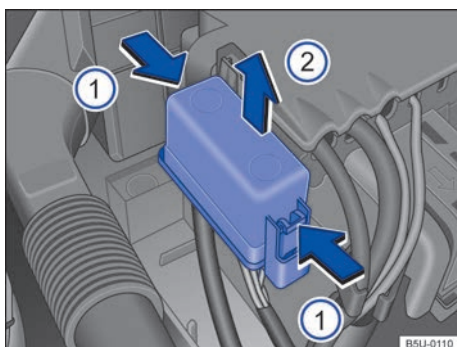

Fig. 160 En el compartimento del motor: cobertura de la caja de fusibles.
- Presionar las trabas en el sentido de la flecha → fig. 160 ①, para desbloquear la cubierta de la caja de fusibles.
- Remover la cobertura por arriba, en el sentido de la flecha ②.
- Para el montaje, colocar la cubierta sobre la caja de fusibles. Presionar la cobertura hacia abajo, en el sentido contrario de la flecha ②, hasta que trabe de forma audible.